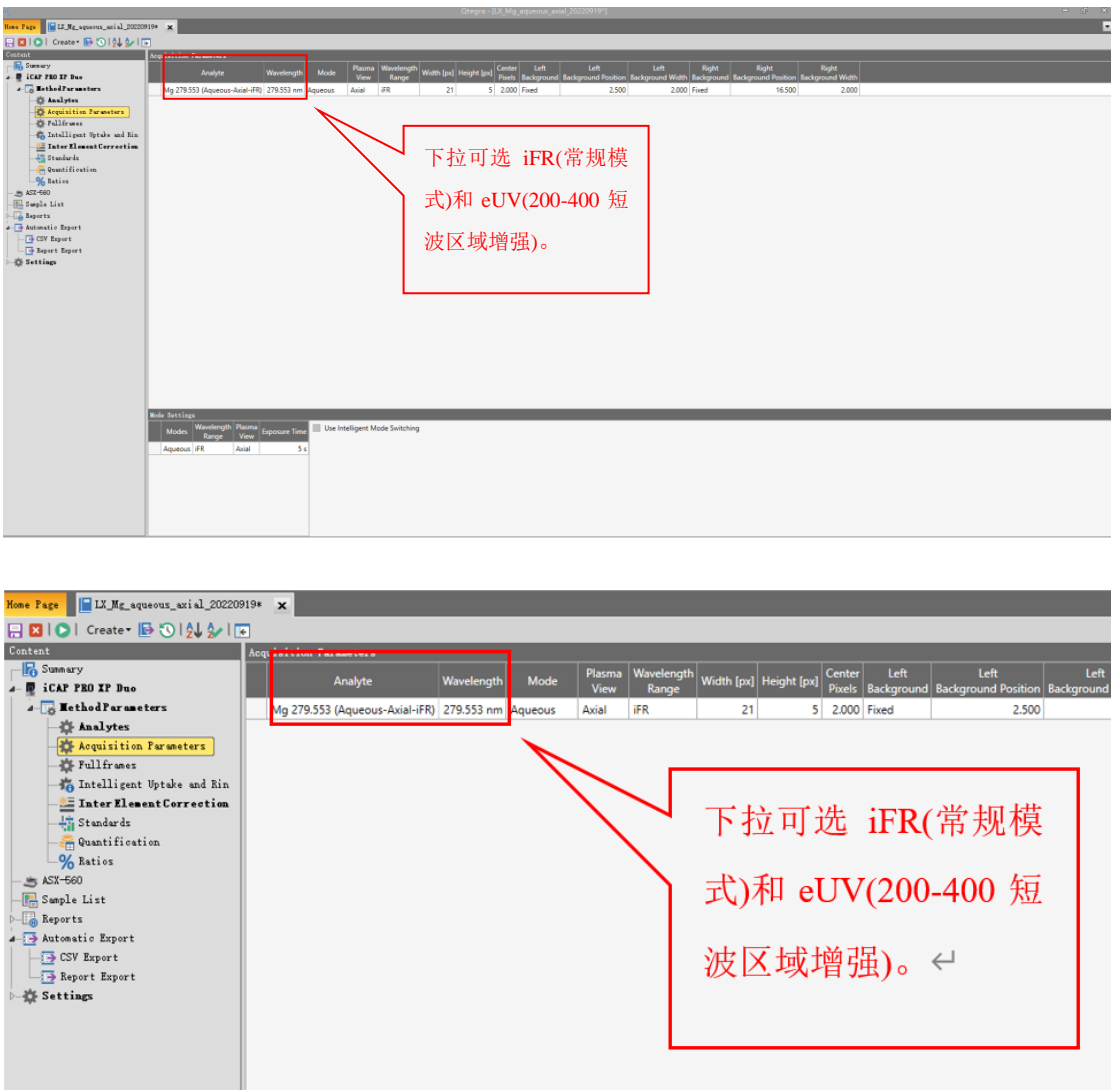

图6-8
- b) Acquisition Parameters: 如图6-8所示设置信号采集参数, Mode下拉栏中选择检测模式(Aqueous/Factory/Organic), 常规建议Aqueous; Plasma view下拉栏中选择 Axial(纯样品)或Radial(含多种、含量高的杂质); Wavelength Range下拉可选iFR(常规模式)或是eUV(200-400 nm短波区域增强模式, 多吹扫)。